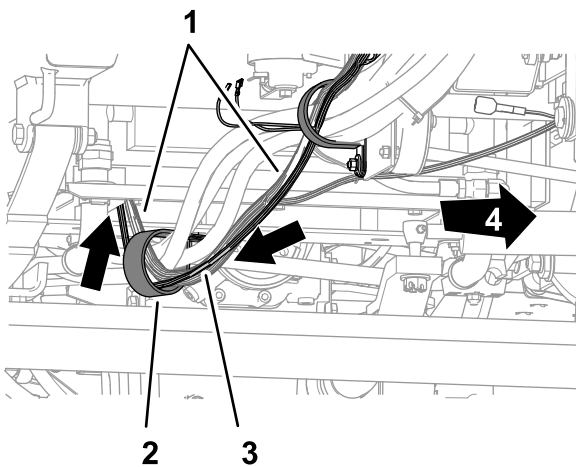

Bild 40
3. Verlegen Sie die Kabelbaumzweige durch die R-Klemme unter der Bodenplatte und hinter der Vorderachse (Bild 40).